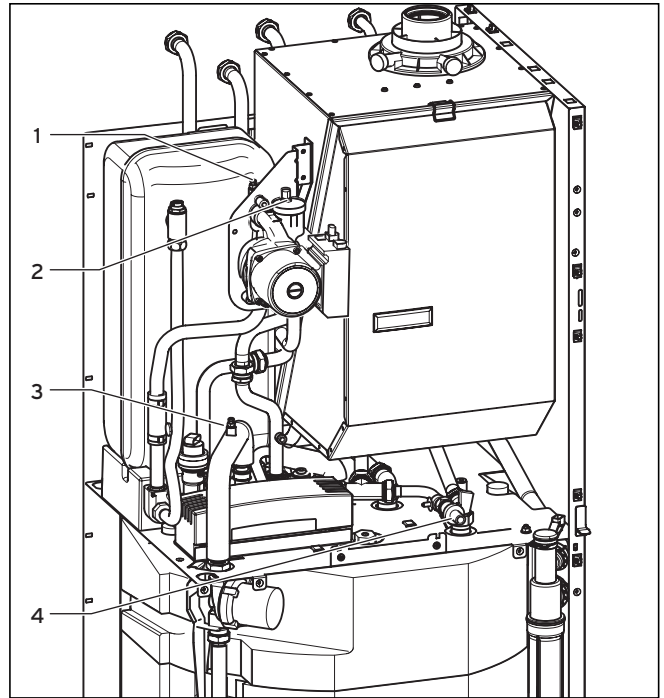

Abb. 8.9 Gerät heizungsseitig entleeren
- Schließen Sie einen Schlauch am Speicher-Entleerungshahn (5) an, führen Sie das freie Ende des Schlauchs an eine geeignete Abflussstelle und öffnen Sie den Hahn.
- Öffnen Sie den Entlüftungsnippel (3, Abb. 8.9) am Rohr zwischen Pumpe und Sekundär-Wärmetauscher, damit das Gerät vollständig entleert wird.